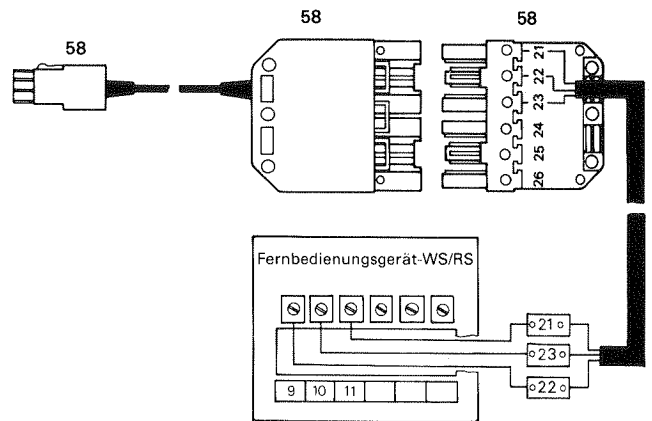

Abb. 3.21
2. Leitung (3-adrig) für das Fernbedienungsgerät nach Abb. 3.21 anschließen.